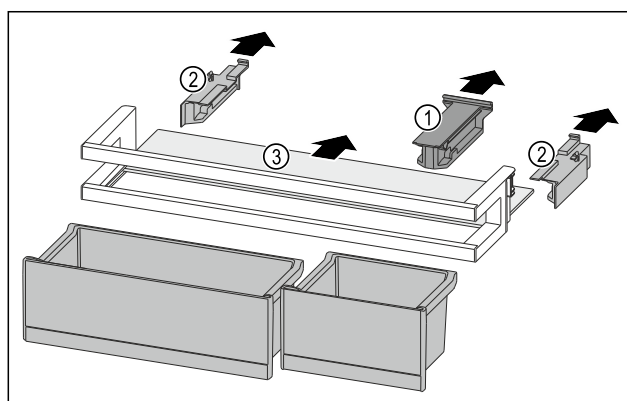

Fig. 117
- Estrarre l'elemento di tenuta Fig. 117 (1).
- Togliere gli elementi laterali Fig. 117 (2).
- Rimuovere il ripiano Fig. 117 (3).